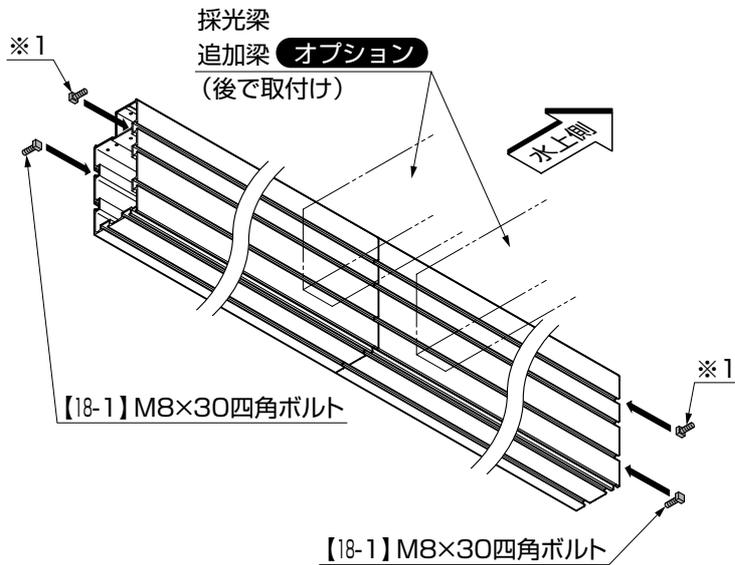

図8-3
- ①桁側面の溝に【18-1】を各1個ずつ両側面からスライドしながら入れてください。(図8-3参照)